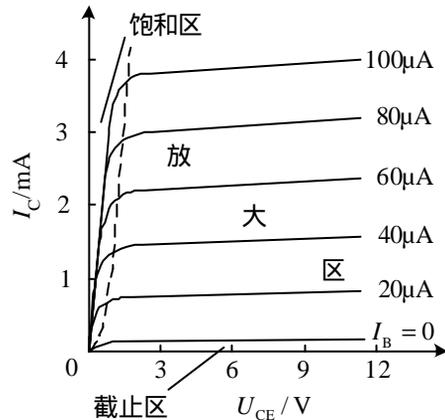

图 1-24 BJT 的输出特性曲线
(2) **输出特性曲线** 在共发射极电路中，输出信号从集电极取出，因此把集电极、发射极和电源  $U_{CC}$  组成的回路称为输出回路。输出特性曲线是指当基极电流  $I_B$  为常数时，输出回路中集电极电流  $I_C$  与集—射极电压  $U_{CE}$  之间的关系曲线  $I_C = f(U_{CE})$ 。对于不同的  $I_B$ ，可得出不同的曲线，所以 BJT 的输出特性曲线是一组曲线。如图 1-24 所示。
通常把 BJT 的输出特性曲线分为三个工作区 (见图 1-24)。